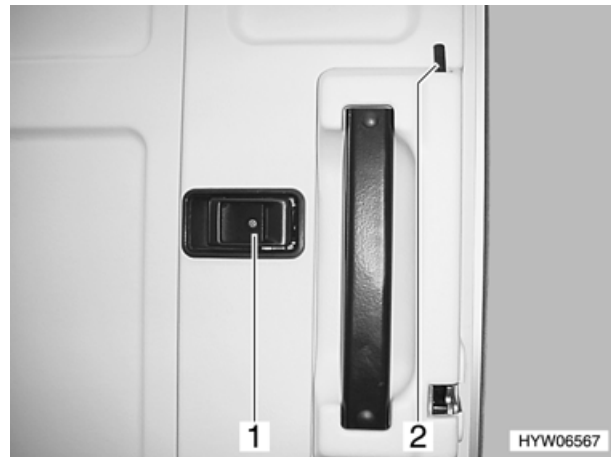

Bild 18 Türschloss Eingangstür, innen
- Am Griff (Bild 18,1) ziehen. Das Türschloss wird entriegelt.
- Sicherungsknopf (Bild 18,2) nach unten drücken.